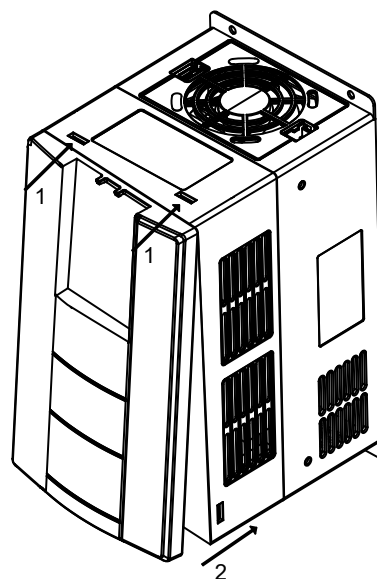

Рисунок 2.8 — Установка крышки ПЧ OptiCore A600-H22K-380-0-T и ПЧ меньшей мощности
2.2.11.2 Установка крышки ПЧ моделей OptiCore A600-H22K-380-0-T и ПЧ меньшей мощности производится в следующей последовательности (см. рисунок 2.8):